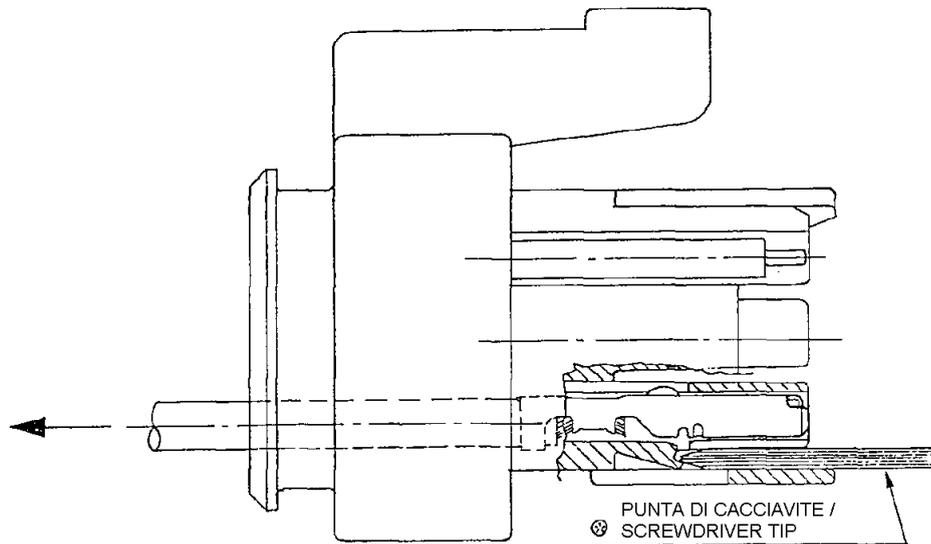

Fig. 9
2) Remove the contacts wrongly positioned, as shown in Fig. 9
2) Rimuovere i contatti erroneamente posizionati, come rappresentato in Fig. 9